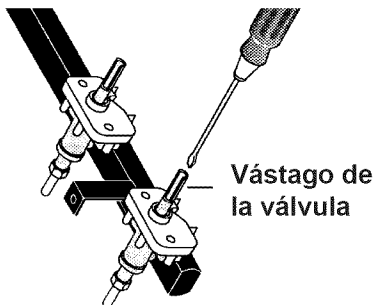

Figura 19
- Introduzca un destornillador delgado en la varilla hueca de la válvula y ajústelo sobre el tornillo que se encuentra adentro. El tamaño de la llama se puede aumentar o reducir girando el tornillo. Gire el tornillo a la izquierda para aumentar el tamaño de la llama. Gire el tornillo a la derecha para reducir el tamaño de la llama (vea la figura 19). Ajuste la llama hasta que pueda girar la perilla rápidamente desde la posición LITE (encender) hasta el ajuste mínimo sin que se apague la llama. La llama debe ser lo más pequeña posible sin que se apague.